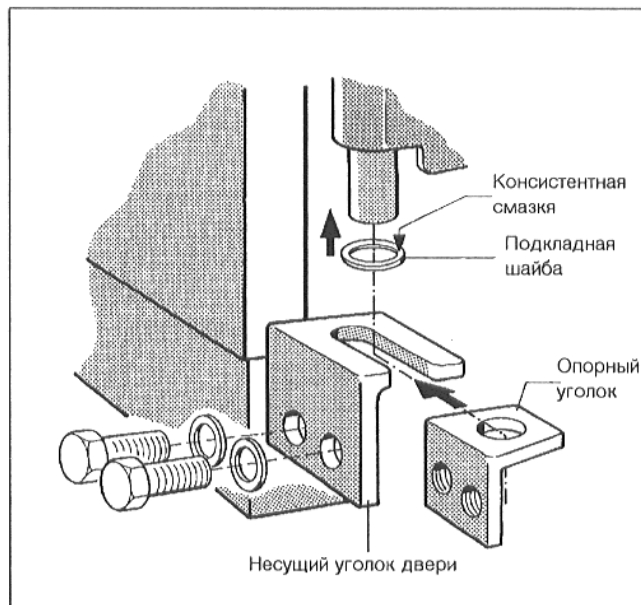

Рис. 5
**Указание:** Подкладная шайба при закрытой двери должна прилегать к несущему уголку двери соосно с шарнирным болтом (Рис. 5).